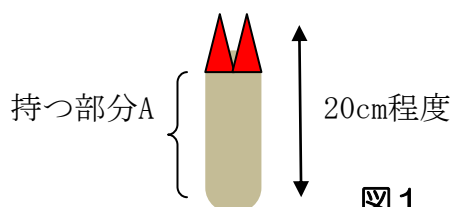

図1 聖火
- ①上記図1のAの部分握る、掴むなどで保持すること。
- ②歩行時は抱きかかえないこと。
- ③粘着テープ、磁石による吸引、針等による刺突によるものでないこと。